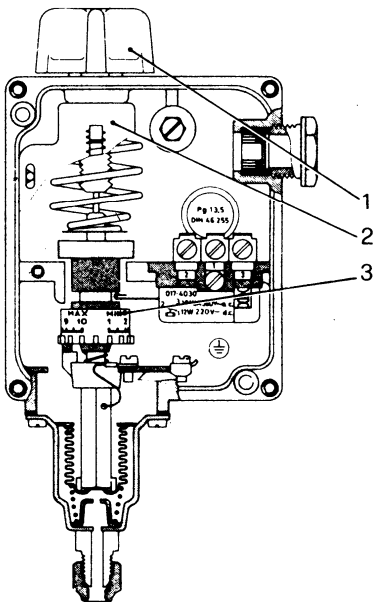
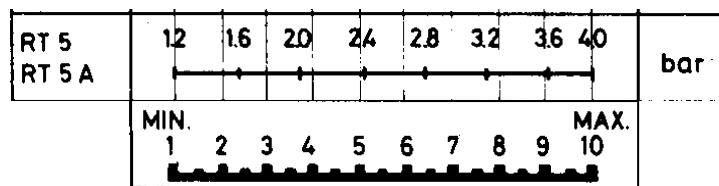

Fig. 3
Рис. 4
**Калибровка реле давления (рис. 3):**
- Повернуть регулятор до тех пор (1) пока стрелка шкалы (2) не достигнет значения давления, при котором требуется начать подачу теплоносителя;
- Снять крышку реле давления и установить барабан (3) на значении, выбранном в качестве дифференциала (останов подачи теплоносителя) в соответствии с диаграммой, приведенной на рис. 4.